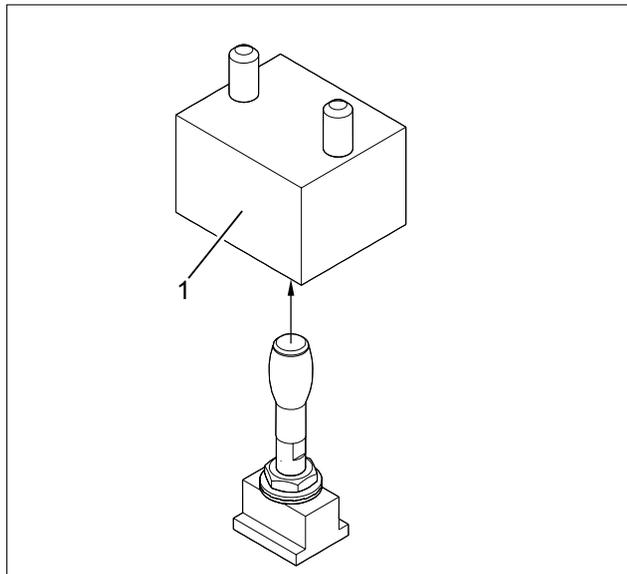

Abb. 15 Tragklotz entfernen
2. Tragklotz abziehen (Abb. 15/1).